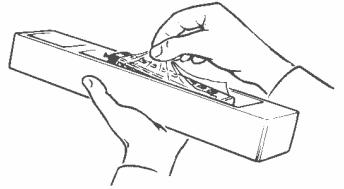

Fig. 3
**2. Schmierung:** Versiehen Sie die im Schmierplan in Fig. 6+7 gekennzeichneten Stellen mit nur **kleinen Öltropfen**. Dazu zuerst das Lokgehäuse abnehmen (Fig. 3). Wir empfehlen den ROCO **Öler Art.-Nr. 10906**. Fürs Schmieren der Getriebeteile (Zahnräder, Schnecke) empfehlen wir das **ROCO-Spezialfett Art.-Nr. 10905**. Im Falle der Schmierung diese Teile **nicht ölen**.
**Mehrzugbetrieb:** Zuerst Lokgehäuse abnehmen (Fig. 3). Danach den Brückenstecker aus der Schnittstelle entfernen (diesen sorgsam aufbewahren). Danach den Stecker des Steuerbausteins lagerichtig einsetzen (siehe Fig. 4).
**2. Lubrication:** Apply **tiny oil drops** to spots marked in fig. 6+7. Prior to lubrication dismantle locomotive (fig. 3). We recommend using item no. **10906, Roco oiler**. For lubrication the gearparts (e.g. cogwheels, worm) we would recommend our Roco **special grease** (item no. **10905**).
**4. Carbon Brush Changing:** First remove loco body (fig. 3), and then the motor (fig. 8).
**2. Lubrificazione:** Mettere delle piccole gocce d'olio sui punti indicati sullo schema di lubrificazione (fig. 6+7). A tal fine per prima cosa rimuovere la carrozzeria della locomotiva (fig. 3). Vi consigliamo l'oliatore Roco Art. nr. 10906. Per la lubrificazione delle parti del meccanismo (ruote dentate, vite senza fine) consigliamo il grasso speciale Roco 10905. In caso di lubrificazione si prega di non oliare queste parti.
**4. Sostituzione delle spazzole di carbone:** Rimuovere la carrozzeria della locomotiva (fig. 3). Dopodiché smontare il motore e sostituire le spazzole di carbone (fig. 8).